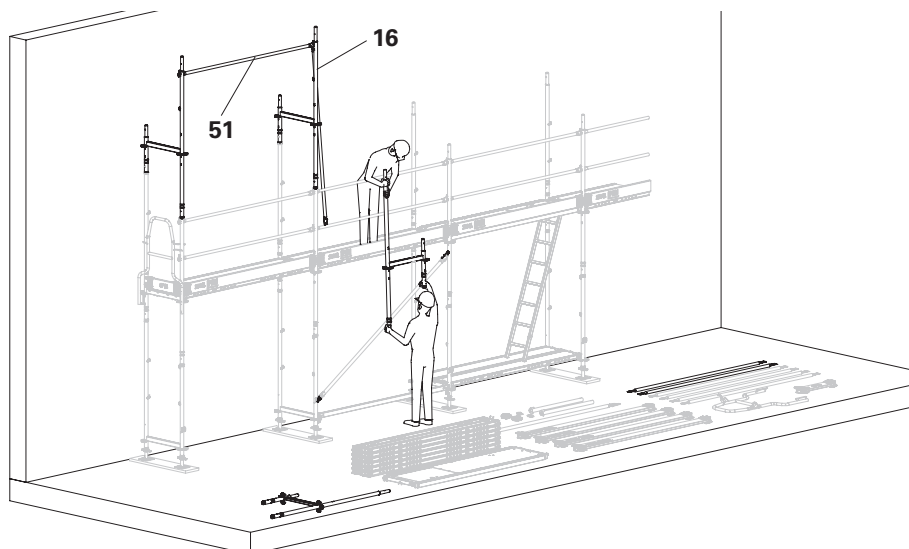

Bild B5.03
3. Demontera Easy-ram EVF (16) tillsammans med det övre stolpräcket EPG (51) i omvänd monteringsordning. (Bild B5.03)